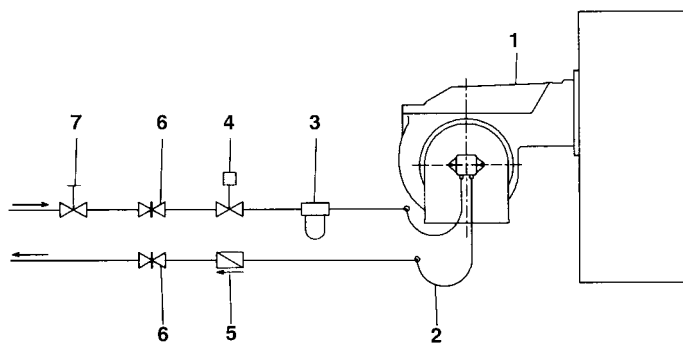

Fig. 4 - Sistema bitubo
**NOTA:** negli impianti a gravità e ad anello, inserire un dispositivo di intercettazione automatica (vedere n. 4 –Fig.4).